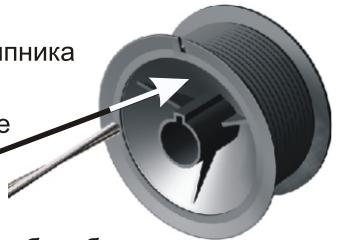

Рис. 10.5 Подготовка барабана
- 2) Затем на вал устанавливаются барабаны (2) для троса. Барабаны имеют маркировку левый (L), правый (R) или левый помечен красной краской, а правый — черной. Соответственно барабаны устанавливаются левый слева, правый справа. В боковой поверхности барабана (Рис. 10.5) следует просверлить отверстие диаметром 5-6 мм для пропускания свободного конца троса (установка троса на барабан описана в гл. 11).